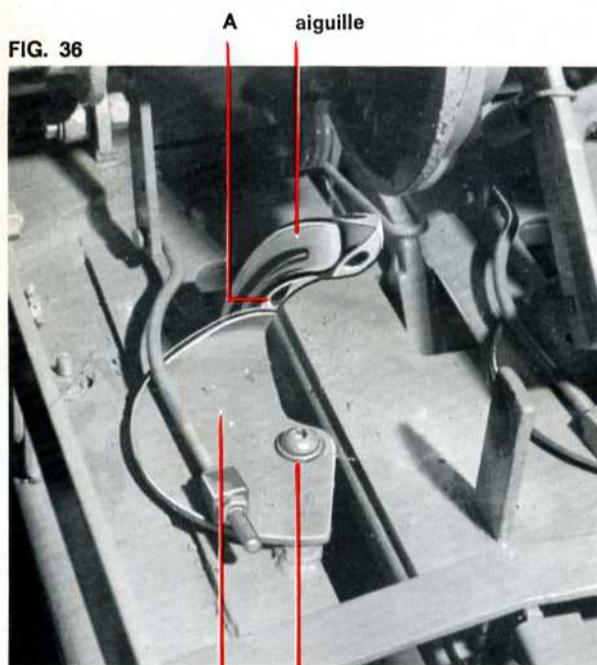

FIG. 36
- 1 - Déclenchez les noeurs et faites tourner jusqu'au point où le doigt à ficelle dépasse exactement le rayon intérieur de l'aiguille (Fig. 36). Le mécanisme étant en cette position, desserrez la vis B et avancez ou reculez le doigt à ficelle de façon qu'il y ait un espace libre de 0 mm 8 au point A entre l'extrémité du doigt à ficelle et l'aiguille.